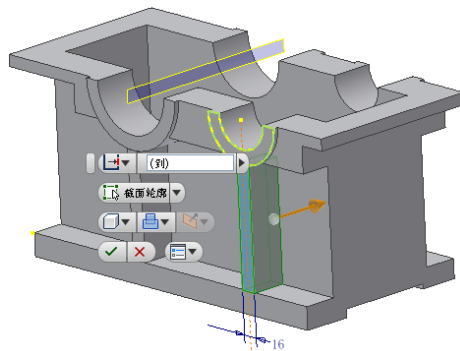

图 9-33 拉伸示意图
②单击【草图】标签上的【完成草图】工具按钮, 退出草图环境, 进入零件特征环境下, 单击【三维模型】标签栏【创建】面板上的【拉伸】工具按钮, 打开【拉伸】对话框, 选择如图 9-33 所示的图形作为拉伸截面轮廓, 将拉伸终止方式设置为【到】, 选择零件的外侧表面作为终止平面即可, 如图 9-33 中所示。